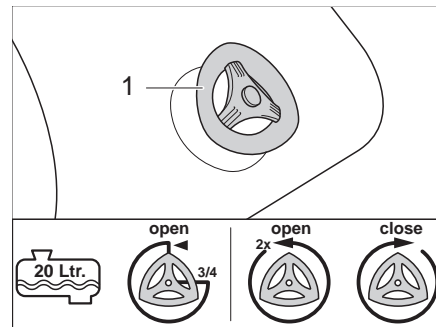

Fig. 251 Robinet de vidange
- 1/2 rempli ou moins : tourner le robinet de vidange (Fig. 251,1) de 3/4 de tour dans le sens inverse des aiguilles d'une montre. L'eau s'écoule.
- 3/4 rempli et plus : tourner le robinet de vidange (Fig. 251,1) de 2 tours dans le sens inverse des aiguilles d'une montre. L'eau s'écoule.
- Fermer le robinet de vidange (Fig. 251,1) dans le sens des aiguilles d'une montre.